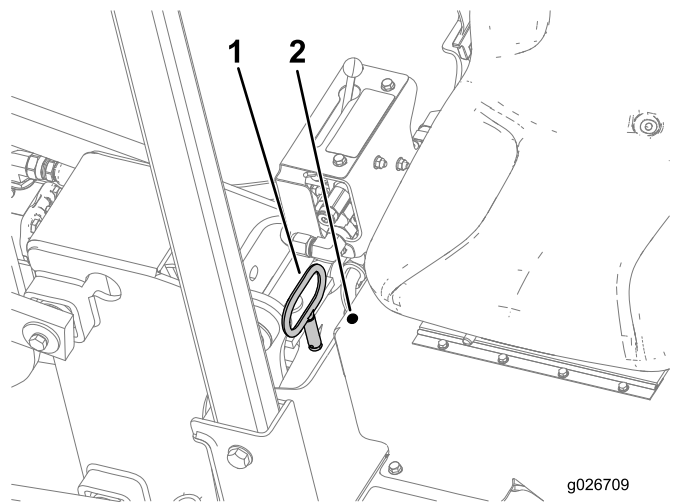

Рисунок 16
1. Снимите штифт предотвращения вращения, установите его в положение хранения и запустите двигатель (Рисунок 16).